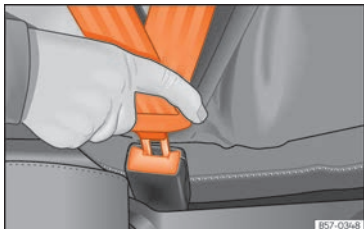

Abb. 10 Schlosszunge des Sicherheitsgurts in das Gurtschloss einstecken.
- Schlosszunge fest in das zum Sitzplatz gehörende Gurtschloss stecken »» **Abb. 10.**